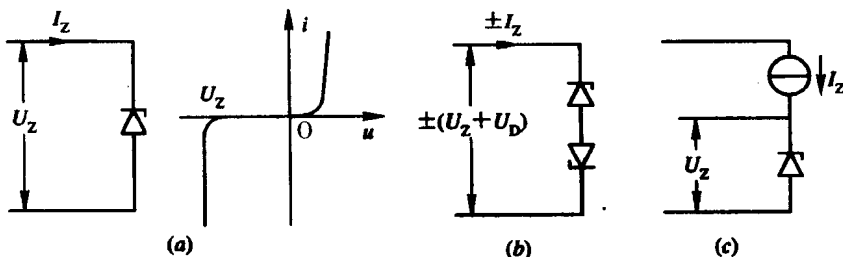

图 1-14 稳压二极管
稳压二极管是一种硅材料制成的面接触型晶体二极管,简称稳压管。它反向击穿时,在一定的电流范围或是功率范围内,电压几乎保持不变,从而达到稳压目的。其符号及特性如图 1-14(a) 所示。对稳压二极管的要求主要有以下三点。
1) 温度系数小。方法之一是使一管内兼有雪崩击穿和齐纳击穿两种击穿机理,正负温度系数互相抵消,使 U_Z 的稳定性提高。通常 U_Z 在 5 ~ 7V 之间,温度系数最小。方法之二是采用两管对接,让反向雪崩击穿的正温度系数和正向导通的负温度系数互为补偿,以达到减小温度系数之目的,如图 1-14(b) 所示。
2) 击穿特性的动态电阻 r_Z 要小,即 $r_Z = \frac{\Delta U_Z}{\Delta I_Z}$ 要小。为减小 r_Z 的影响,有时采用恒流源供电,如图 1-14(c) 所示。